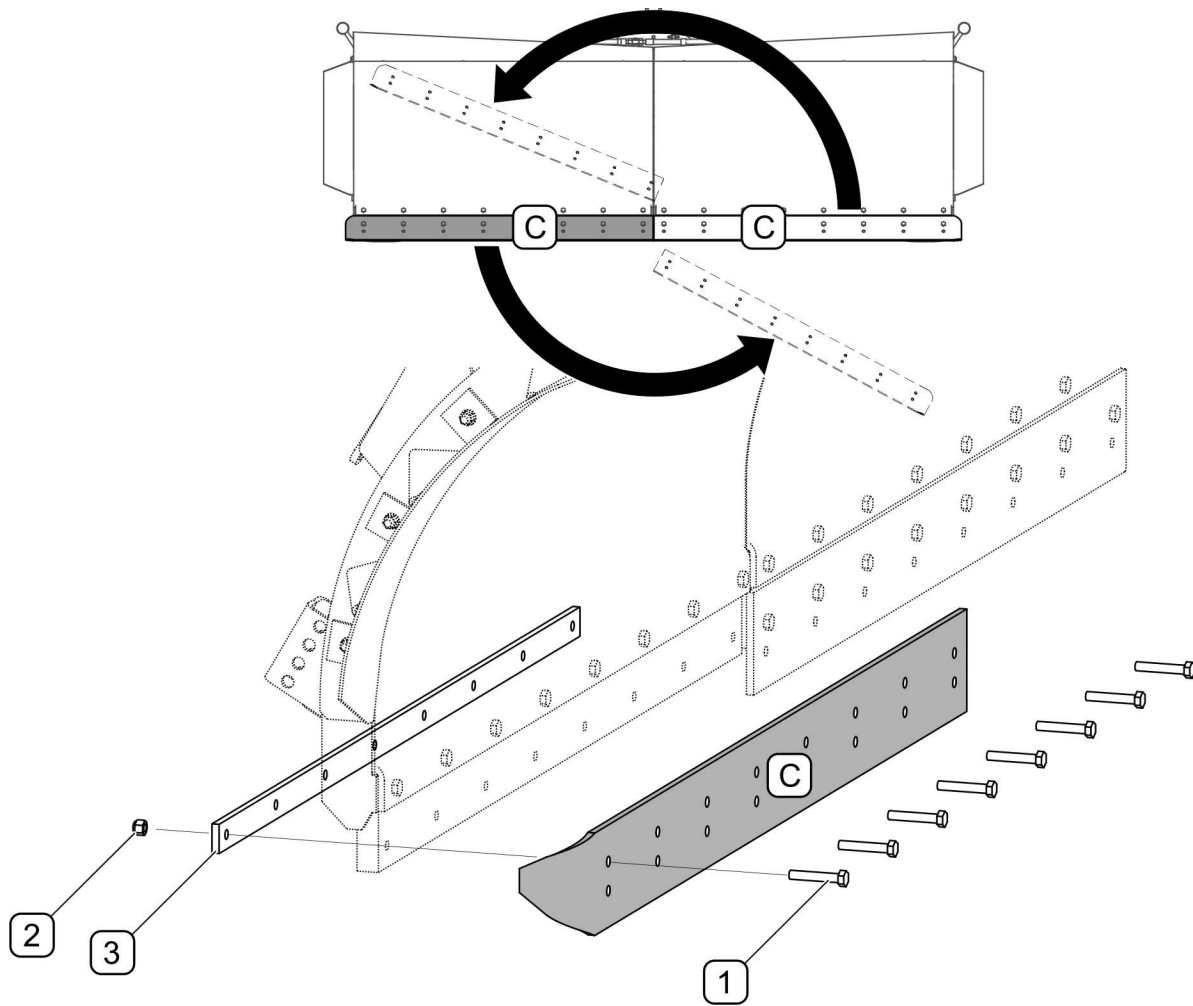

РИСУНОК 5.5 Замена металлической нижней кромки отвала
Для того, чтобы демонтировать металлические нижние кромки отвалов (РИСУНОК 5.5), необходимо отвинтить гайки (2), вынуть крепежные болты (1) и снять прижимную планку (3) и нижнюю кромку (C). В случае износа металлических нижних кромок их можно перевернуть и поменять местами, т.е. нижнюю кромку с правого отвала установить на левый отвал и наоборот. Отработанные с двух сторон и поврежденные нижние кромки нужно заменить новыми.